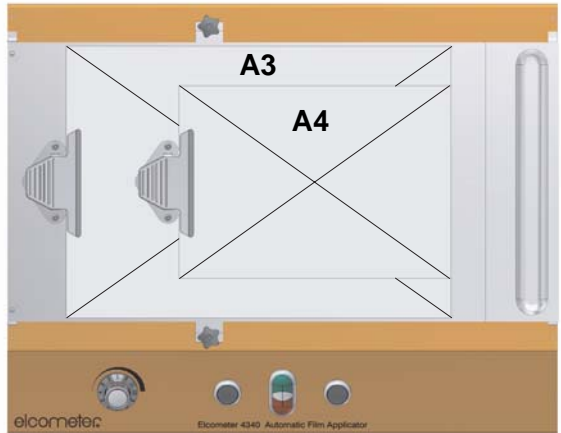

Bild 6. Klemmen- und Substratpositionierung
1. Für die Klemme sind zwei Befestigungsstellen vorhanden. Schrauben Sie die Klemme in der Position auf dem Tisch fest, die den Abmessungen des Substrats entspricht (Bild 6).
3. Positionieren Sie das Substrat auf dem Tisch und klemmen Sie es fest; ein Substrat im A3-Format nimmt praktisch die gesamte Tischfläche ein, ein Substrat im A4-Format sollte auf der rechten Seite des Tisches positioniert werden, wie abgebildet (Bild 6).